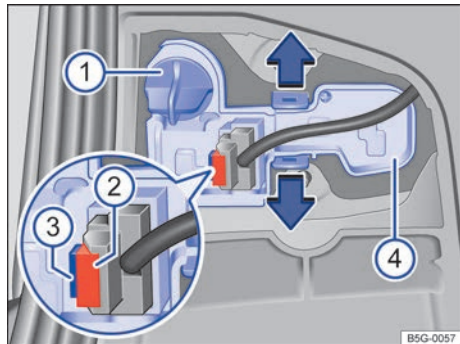

Fig. 227 En el portón trasero: extraer el portalámparas.
4.	Gire el portalámparas ⇒ fig. 227 ① en el sentido contrario al de las agujas del reloj, hasta el tope, y extráigalo junto con la lámpara hacia atrás.
5.	Sustituya la lámpara averiada por otra nueva del mismo tipo. Coloque el portalámparas ① y gírelo en el sentido de las agujas del reloj hasta el tope.
6.	Extraiga el fusible ②. Comprima el bloqueo ③ del conector y desacople el conector.
7.	Desbloquee las pestañas de encastre del portalámparas ④ en el sentido de la flecha y extraiga el portalámparas.